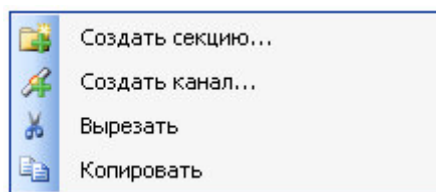

Рисунок 3.47 – Модуль SET4TM (PSH4TM). Общий вид контекстного меню
- 3 Вызвать контекстное меню и выбрать соответствующую команду (см. рисунок 3.47).